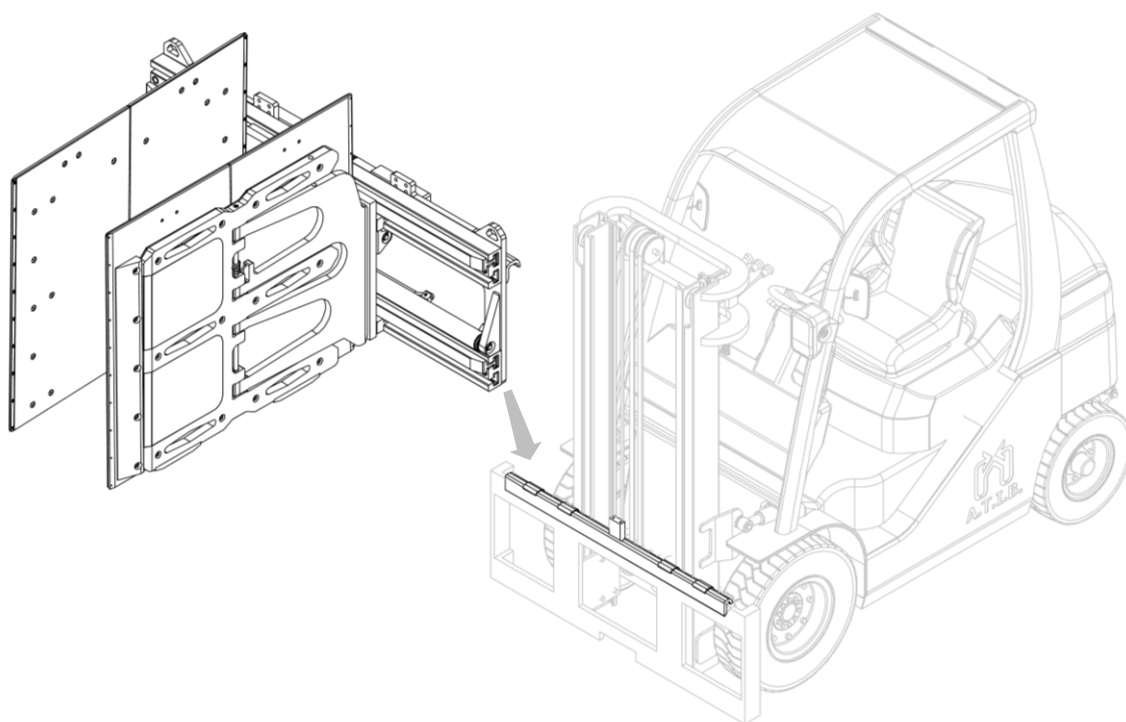

Figura 7
7. Agganciare quindi l'attrezzatura con un carroponte o un paranco di portata sufficiente e posizionarla sul doppio gancio, avendo cura di posizionarla in modo corretto (vedi Figura 7).